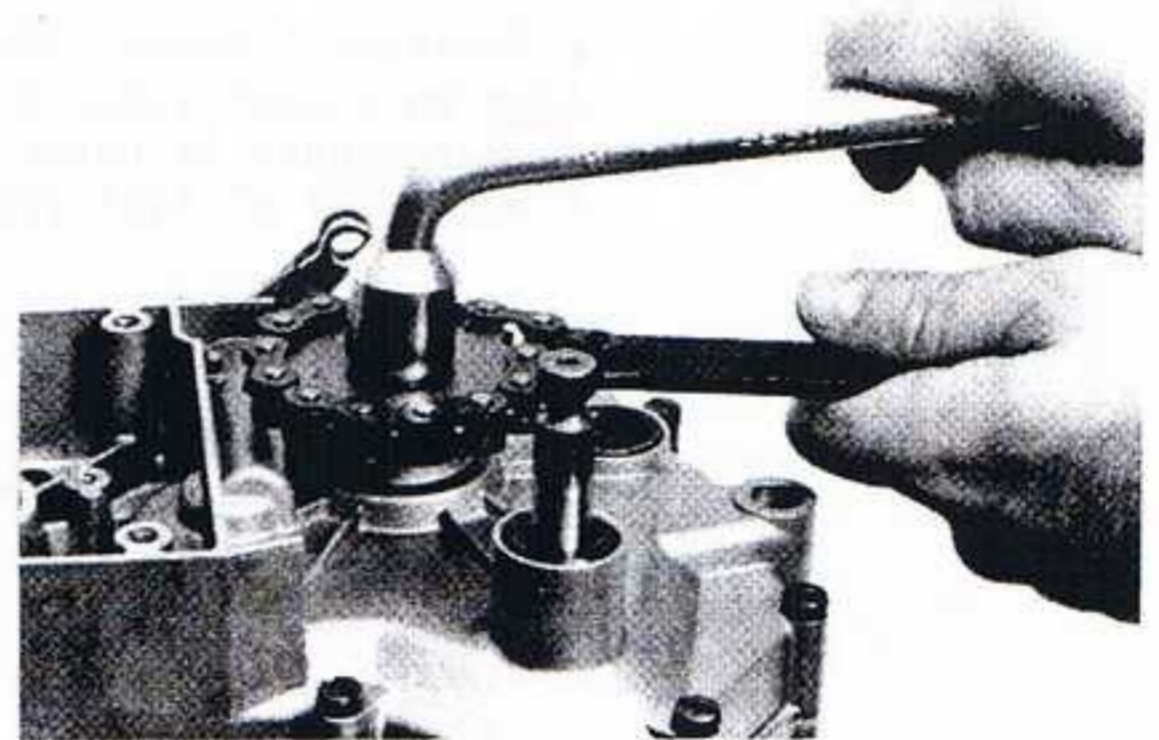

fig.19
- Dévisser l'écrou (17/plats) du pignon en maintenant celui-ci à l'aide de l'outil n°1387 (fig.19).